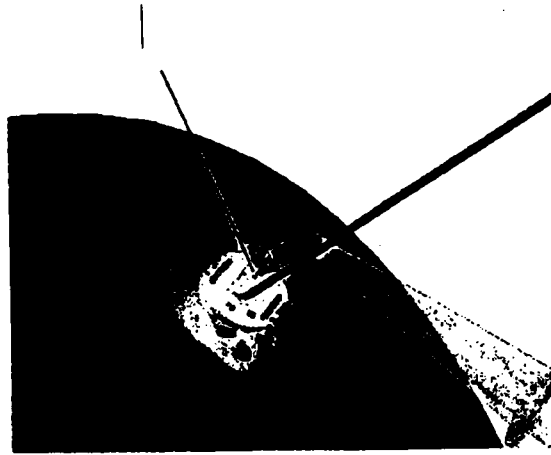

Figura 6. Presione suavemente sobre la concavidad del clip de soporte para desacoplarlo en caso necesario.
Nota: Para verificar que el clip de soporte está bloqueado en posición, utilice la herramienta de inserción para aplicar presión suavemente en la dirección opuesta. Si es necesario cambiar de posición el electrodo, el clip de soporte puede desacoplarse presionando hacia abajo sobre la concavidad del clip de soporte (Figura 6).
3. Para desbloquear el clip de soporte en torno al electrodo, inserte el brazo de leva de la herramienta de inserción en la concavidad del clip de soporte (Figura 6). Aplique una presión suave hacia abajo sobre la herramienta de inserción al tiempo que gira el clip en sentido antihorario para liberarlo.